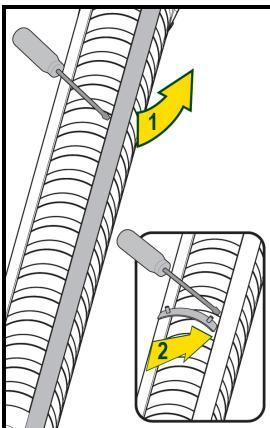

Fig.1a
1. Introduceți baza sub cele două tije cu ajutorul unei șurubelnite (Fig1a-1b).